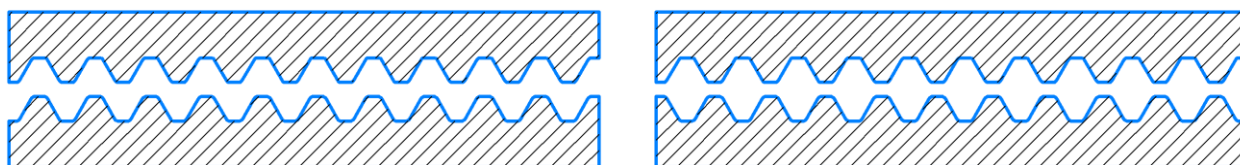

Рис. 5 Конфигурация щек «зуб-впадина» и «зуб-зуб»
На Рис. 5 приведена рекомендуемая электрическая схема подключения дробилки. В таблице указаны обозначения и наименования электрических элементов.
2.2.3 Осуществить подключение дробилки к электросети в соответствии с рекомендуемой электрической схемой (Рис. 5).
в) выполните монтаж электрооборудования в соответствии со схемой подключения (Рис. 5).